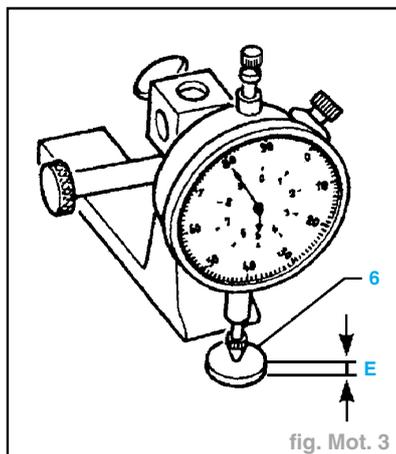

fig. Mot. 3
- Mesurer l'épaisseur (E) des grains de réglage (6) (fig. Mot. 3).
- Déterminer l'épaisseur des grains de réglage (6) à monter en se reportant à l'exemple (colonne A ou B).